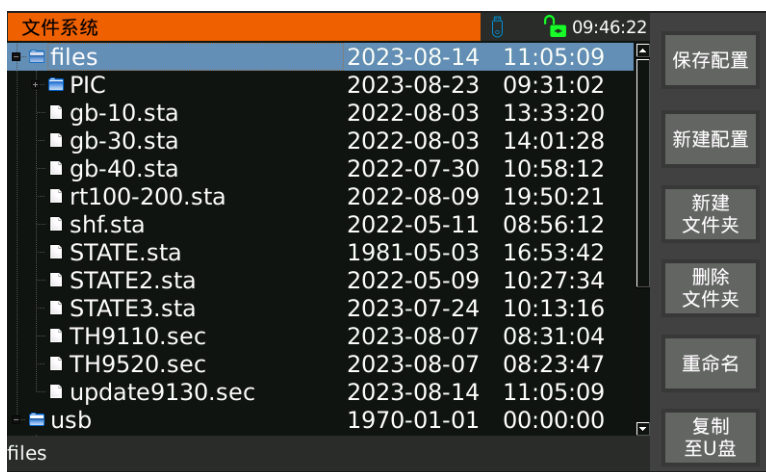

图 3-41 内部文件夹界面
- 1、按下【FILE】键，进入文件管理界面，如图 3-41 所示。